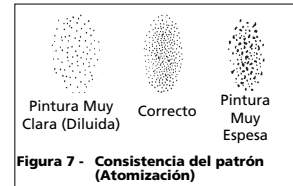

Figura 7 - Consistencia del patrón (Atomización)
- Oprima el gatillo rápidamente mientras gira la perilla de control en sentido contrario al de las agujas del reloj. Observe el patrón en la pieza de prueba y ajuste la perilla de control de fluido hasta que obtenga el patrón (atomización) deseado (Vea la Figura 7).